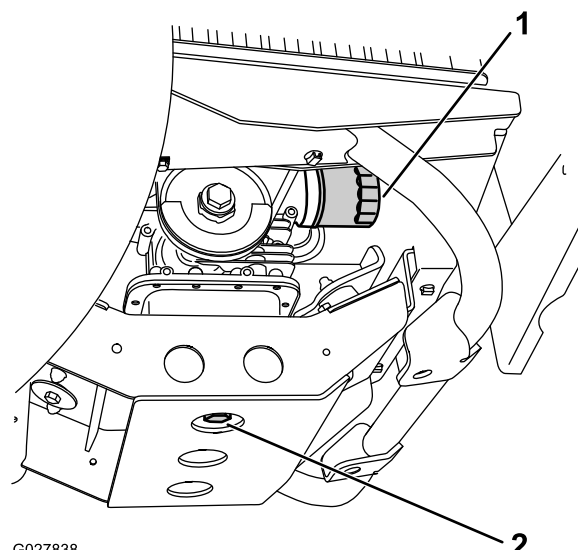

Figura 32
7. Coloque un recipiente debajo del tapón de vaciado (**Figura 32**).
8. Retire el tapón de vaciado (**Figura 32**).
9. Instale el tapón de vaciado y la junta (**Figura 32**) y apriete a 45–53 N·m (33–39 pies-libra).
2. Retire el filtro de aceite (**Figura 32**).
4. Enrosque el filtro nuevo sobre el adaptador del filtro hasta que la junta toque la placa de montaje, luego apriete el filtro $\frac{1}{2} - \frac{3}{4}$ de vuelta más (Figura 32).